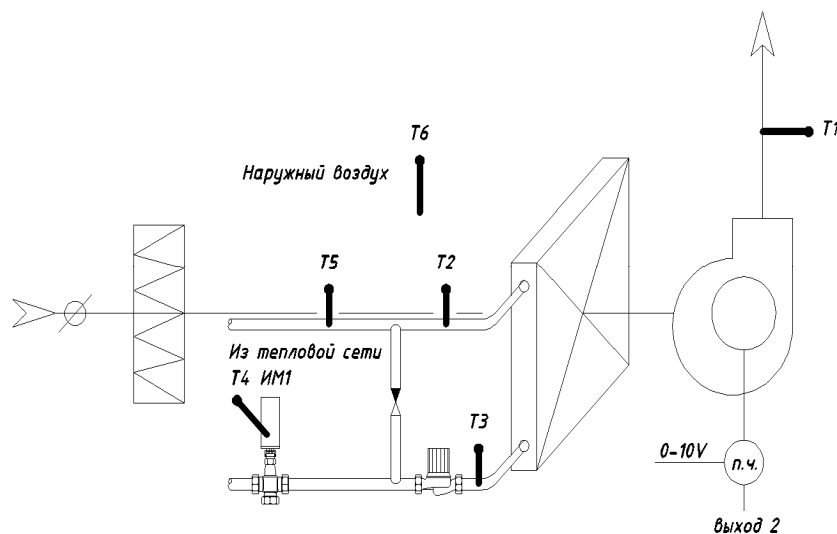

Рисунок 6.
**Альтернативная схема регулирования системой приточной вентиляции при использовании регулятора частоты для управления оборотами вентилятора, смотри рисунок 6.**